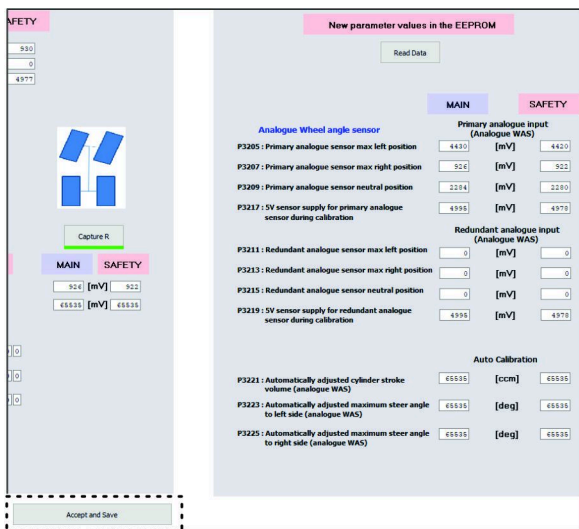

Figura 153
- Haga clic en el icono ACCEPT AND SAVE (Aceptar y Guardar) (Figura 153).